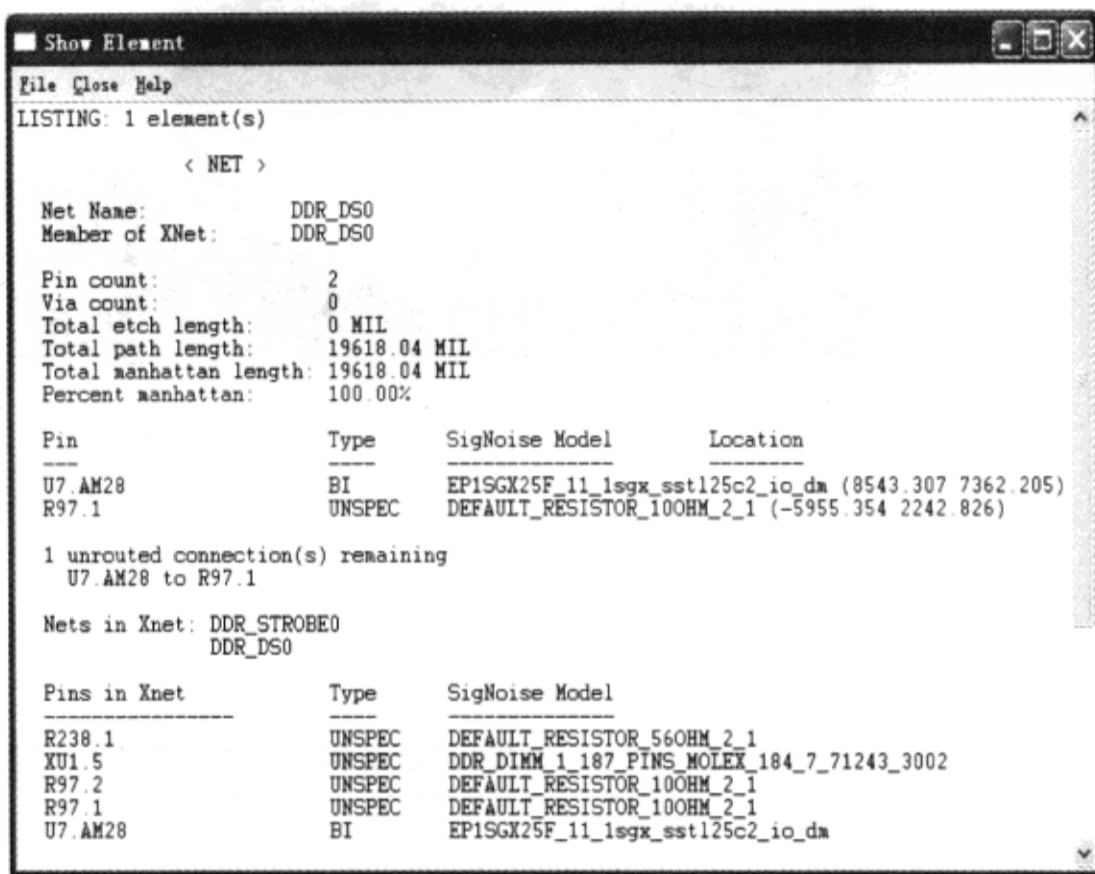

图 2-7-8 DDR\_DS0 网络的信息
(2) 单击显示的飞线→弹出“Show Element”窗口，显示关于网络 DDR\_DS0 的信息，如图 2-7-8 所示。